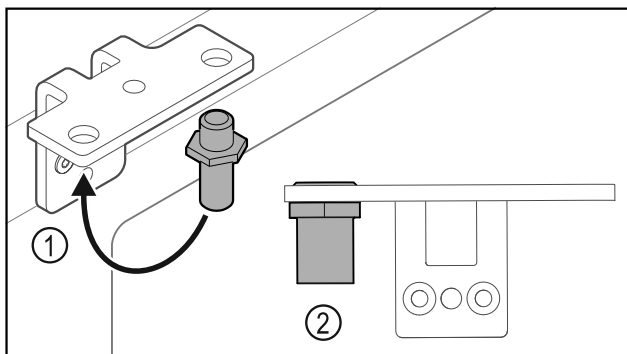

Fig. 33
- ▶ Μεταφέρετε τον πείρο Fig. 33 (1) στη γωνία μεντεσέ.
- ▶ Σφίξτε τον πείρο Fig. 33 (2) με **ροπή 12 Nm**.